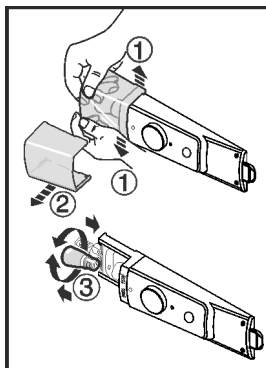

Fig. 11
- ▶ Pokrov svetilke glede na sliko spodaj v sprednjem delu povlecite narazen Fig. 11 (1) in izvlecite v stran Fig. 11 (2).
- ▶ Zamenjajte svetilko. Fig. 11 (3)